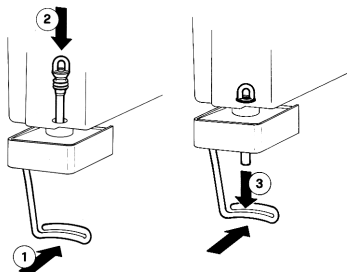

figure 5
2 **Robinet avec tube en caoutchouc:** Pousser (1) le levier de débit robinet et enfile (2) le tuyau du robinet dans son siège sur le fond du réservoir. Tirer (3) doucement le tuyau vers le bas jusqu'à le bien placer (voir figure 5).